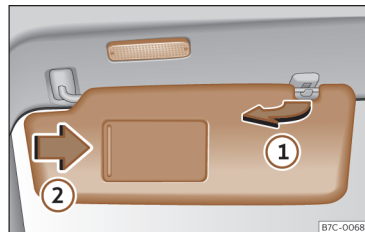

Fig. 85 Parasol.
- El parasol puede extraerse de la fijación y girarse hacia la puerta >>> **fig. 85** .